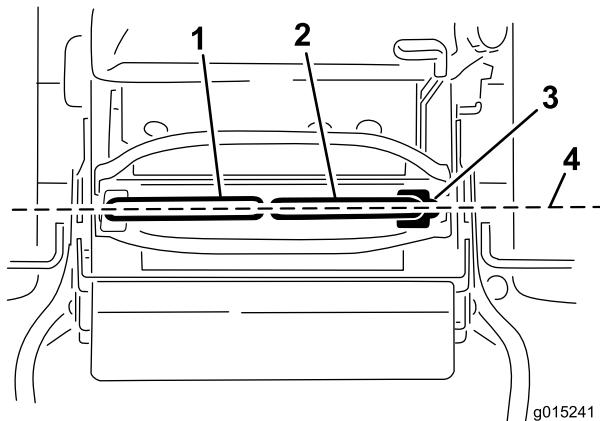

Figure 27
5. Tournez le dispositif de réglage du câble droit pour placer la commande de déplacement droite au centre de la fente de verrouillage au point mort sur le panneau de commande (Figure 27).